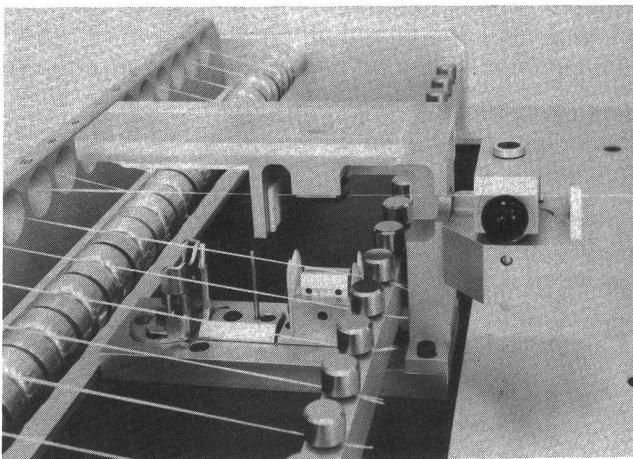

Bild 2 Autonom arbeitender Spulenwechsler mit Spleisser
Daneben besteht in der textilen Prüftechnik auch Interesse an Spulenwechslern, die völlig autonom arbeiten und in Verbindung mit verschiedenen Prüfgeräten eingesetzt werden können. Bild 2 zeigt einen derartigen, von Textechno entwickelten Wechsler, der eine eigene Mikroprozessorsteuerung besitzt und bei dem die Auflösung des Wechsellvorganges durch ein externes Signal oder einen internen Timer erfolgt. Ein besonderes Merkmal dieses mit Spleisstechnik arbeitenden Gerätes ist die Möglichkeit, bei durchlaufendem Faden zu wechseln (1). Der neu anzulegende Faden A wird hierzu zusammen mit dem laufenden Faden B in eine Spleisserdüse eingeführt. Mit Einsetzen des Spleissvorganges wird Faden A mit Faden B verwirbelt und nimmt sofort dessen Geschwindigkeit an, wobei kontinuierlich eine weitere Verwirbelung der beiden nunmehr parallel laufenden Fäden stattfindet. Anschliessend wird Faden B mit einer automatischen Schere abgeschnitten und das Fadeneinde abgelegt. Faden A läuft nunmehr allein weiter.